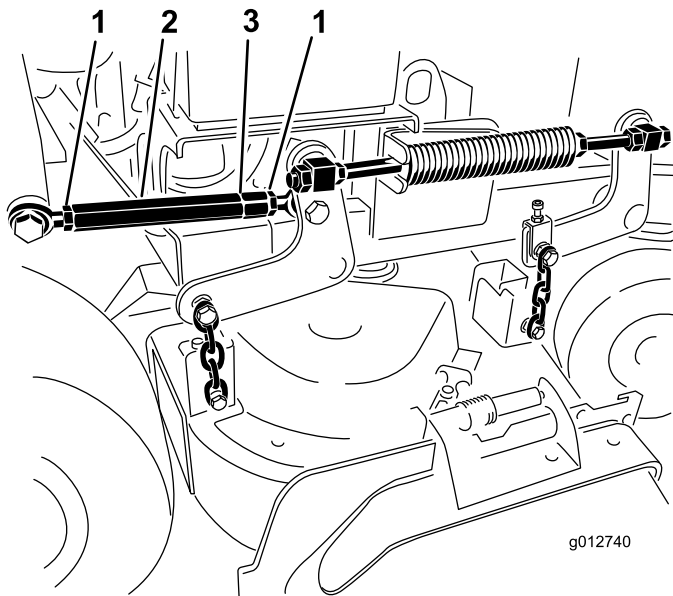

Figure 88
7. Desserrez les écrous de blocage à chaque extrémité du tendeur (Figure 88).
- Remarque:** L'extrémité du tendeur portant la gorge usinée est filetée à gauche (Figure 88).